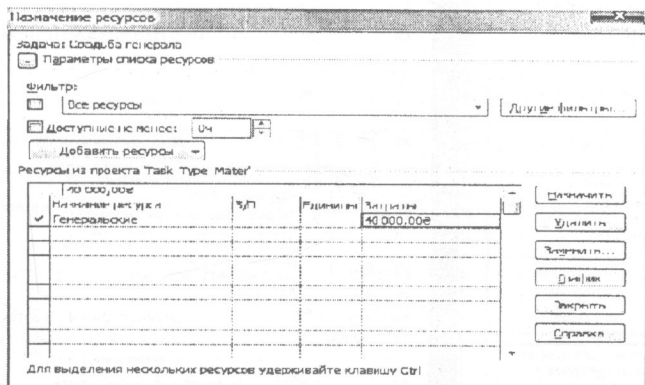

Рис. 40. Призначення витратного ресурсу
- витратні ресурси не залежать від обсягу робіт за завданням (рис. 40).